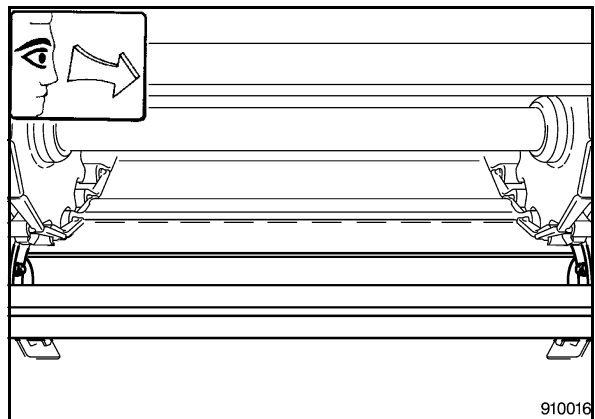

Bild 26
- Schachtzellenrad (Bild 26) Zustand prüfen, reinigen.